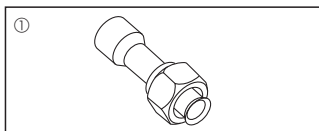

Fig. 1-1
1.6. Accessoires van het buitenapparaat (Fig. 1-1)